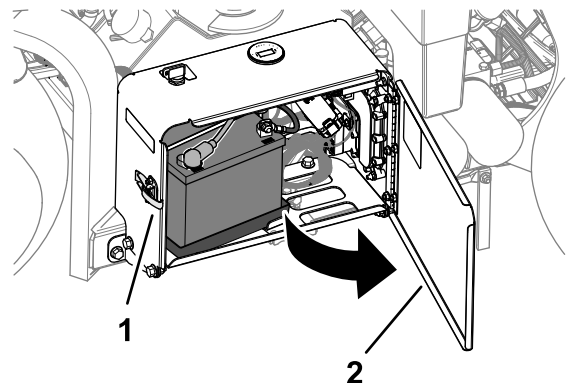

Bild 170
1. Entriegeln und öffnen Sie die Klappe des Batteriefachs (Bild 170).